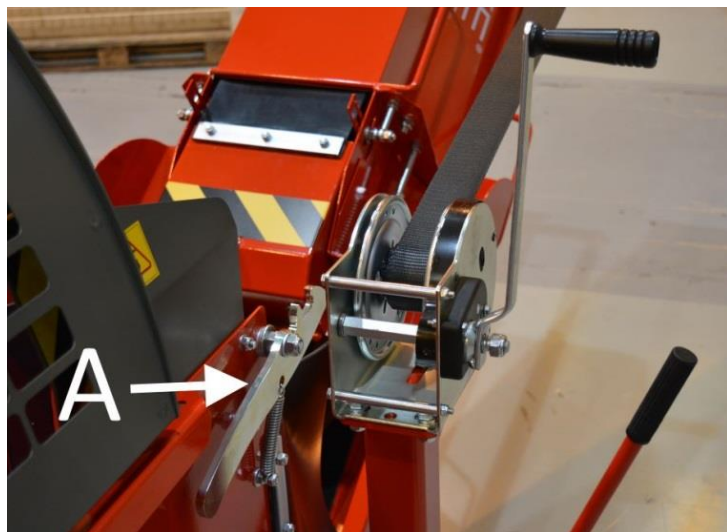

Abb. 4a.
3. Halten Sie die Verriegelung A (Abb. 4a) geöffnet und senken Sie den Ausstoßförderer mit einer Winde in die untere Position ab.
5. Heben Sie den Förderer mit der Winde an, bis er in der senkrechten Stellung einrastet. Stellen Sie sicher, dass die Verriegelung A (in Abb. 4a) richtig einrastet.